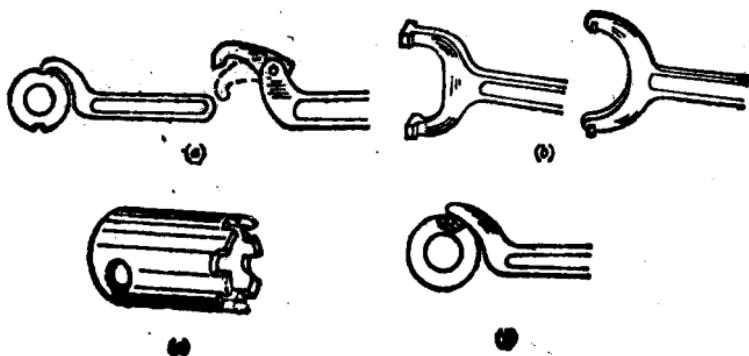

图 1-7 锁紧扳手
(4) 锁紧扳手 锁紧扳手是一种主要用来装拆圆螺母的专用扳手，如图 1-7 所示。
(5) 内六角扳手 内六角扳手是专门用来扳动有内六角形的螺栓和螺塞。使用时要注意把扳手的头一定要塞到内六